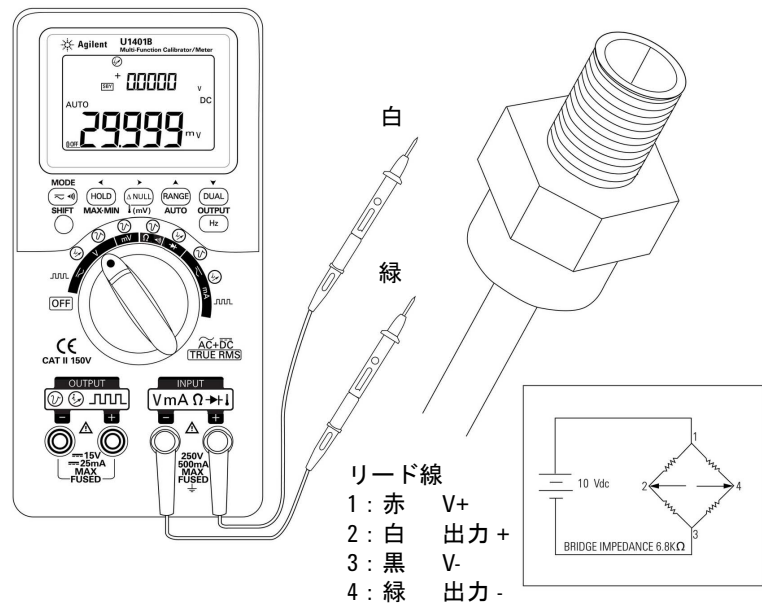

図 5-4 圧カトランスデューサの測定
- 3 テスト・ポイント (図 5-4 (93 ページ)) をプロービングし、表示を読み取ります。